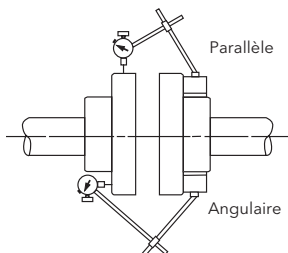

Figure 6
- Une fois l'installation de la plaque de base (pompe montée sur palier) terminée, on **DOIT** vérifier l'alignement des arbres de moteur et de pompe (v. fig. 6), puis reposer la pièce d'écartement de l'accouplement.